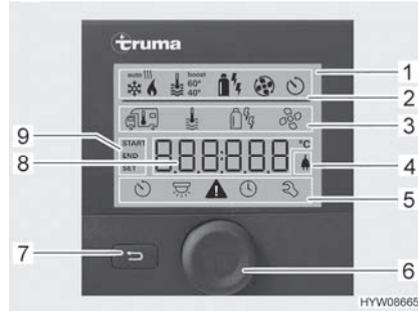
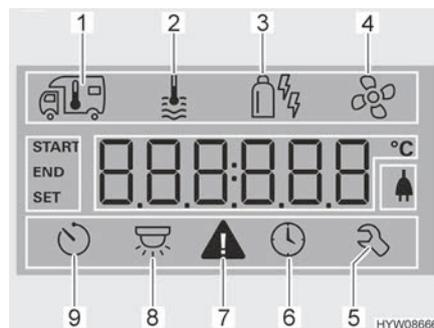

Fig. 94 Unidad de mando con visualizaciones
Fig. 95 Display (unidad de mando)
- Línea de estado (Fig. 94,2)
- Línea del menú superior (Fig. 94,3)
- Zona de visualización (Fig. 94,8)
- Línea del menú inferior (Fig. 94,5)
- Pulsar el pulsador giratorio (Fig. 94,6) por aprox. 3 segundos. Se visualizarán las dos líneas de menú (Fig. 94,3 y Fig. 94,5). El primer símbolo parpadeará.
- Girar el pulsador giratorio (Fig. 94,6) hasta que parpadee el símbolo de menú deseado.
- Pulsar el pulsador giratorio para guardar el valor ajustado. Si sin embargo no se desea cambiar el valor ajustado originalmente: Pulsar la tecla Atrás (Fig. 94,7).
- Girar el pulsador giratorio (Fig. 94,6) hasta que parpadee el símbolo de menú Calefacción (Fig. 95,1).
- Pulsar el pulsador giratorio para guardar el valor ajustado. El símbolo en la línea de estado (Fig. 94,2) parpadeará hasta que se haya alcanzado la temperatura ambiente ajustada. Si sin embargo no se desea cambiar el valor ajustado originalmente: Pulsar la tecla Atrás (Fig. 94,7).
- Girar el pulsador giratorio (Fig. 94,6) hasta que parpadee el símbolo de menú Agua caliente (Fig. 95,2).
- Pulsar el pulsador giratorio para guardar el valor ajustado. El símbolo en la línea de estado (Fig. 94,2) parpadeará hasta que se haya alcanzado la temperatura de agua caliente ajustada. Si sin embargo no se desea cambiar el valor ajustado originalmente: Pulsar la tecla Atrás (Fig. 94,7).
- Girar el pulsador giratorio (Fig. 94,6) hasta que parpadee el símbolo de menú de modo de funcionamiento (Fig. 95,3).
- Pulsar el pulsador giratorio para guardar el modo de funcionamiento ajustado. Si sin embargo no se desea cambiar el modo de funcionamiento ajustado originalmente: Pulsar la tecla Atrás (Fig. 94,7).
- Girar el pulsador giratorio (Fig. 94,6) hasta que parpadee el símbolo de menú Ventilador (Fig. 95,4).
- Girar el pulsador giratorio (Fig. 94,6) hasta que parpadee el símbolo de menú Reloj programador (Fig. 95,9).
- Pulsar el pulsador giratorio. El reloj programador estará activado. El símbolo Reloj programador (Fig. 95,9) parpadeará si el reloj programador está programado y activo.
En caso de una advertencia, parpadeará el símbolo de advertencia (Fig. 95,7). La calefacción continuará funcionando. Si sólo se trata de una avería temporal, el símbolo de advertencia se apagará automáticamente.